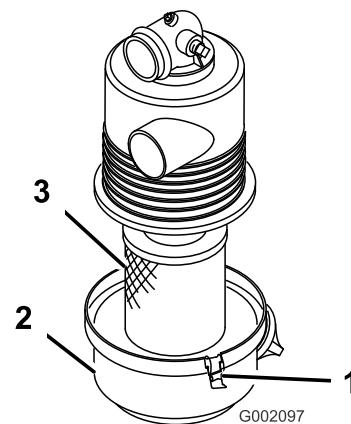

Figura 24
2. Inspeccione el limpiador de aire por si hubiera daños, que podrían causar una fuga de aire. Asegúrese de que la tapa hace un buen sellado alrededor de la carcasa del limpiador de aire (Figura 24).
- Abra los enganches que sujetan la tapa del filtro de aire a la carcasa del filtro de aire (Figura 24).
- Separé la tapa del filtro de aire de la carcasa del filtro de aire, y límpie el interior de la tapa (Figura 24).